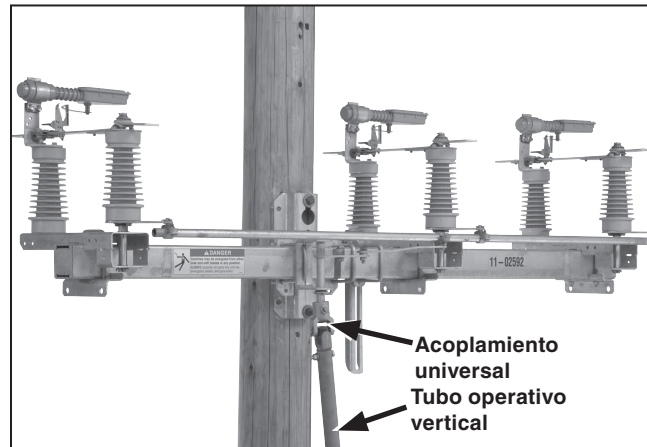

Figura 7. Enganche del tubo operativo vertical superior al interruptor en una configuración de montaje horizontal.
**PASO 5.** Ubique el acoplamiento universal enviado en la caja de las partes del plano de montaje del interruptor. Enganche el acoplamiento universal al eje giratorio del mecanismo de palanca usando la clavija de acero inoxidable de ½ pulgada, la arandela plana y el pasador de chaveta proporcionados. Vea la Figura 7 u 8, según sea aplicable. Instale la sección más alta del tubo operativo vertical perforado previamente en el acoplamiento universal, conforme a lo mostrado. Después, asegure el tubo operativo vertical al acoplamiento universal usando el tonillo de ½ × 13 × 2½ pulgadas, la arandela plana y la tuerca proporcionados. *Si se usa únicamente una sección del tubo vertical, omita los Pasos 6 a 9 y proceda al Paso 10.*